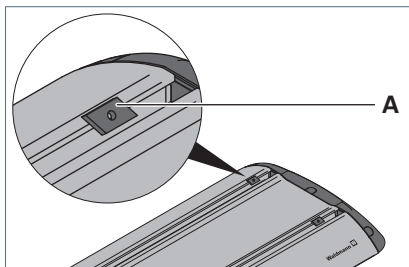

Fig. 5: Inserimento dei dadi scorrevoli.
- Disporre i quattro dadi scorrevoli in dotazione **A** nelle scanalature a T degli apparecchi d'illuminazione, vedi Fig. 5.